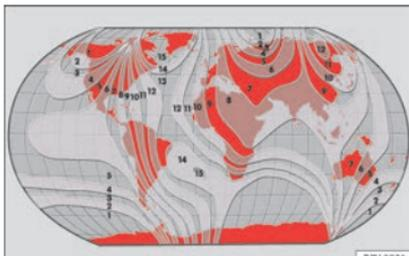

Abb. 120 Kompasszonen.
- Kompasszone entsprechend dem aktuellen Standort auswählen » **Abb. 120**.